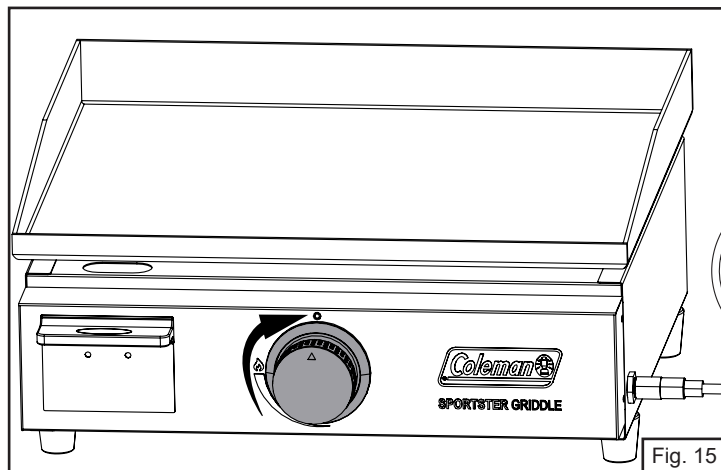

Fig. 15
1. Presione el mando de control y apáguelo (Fig. 15).